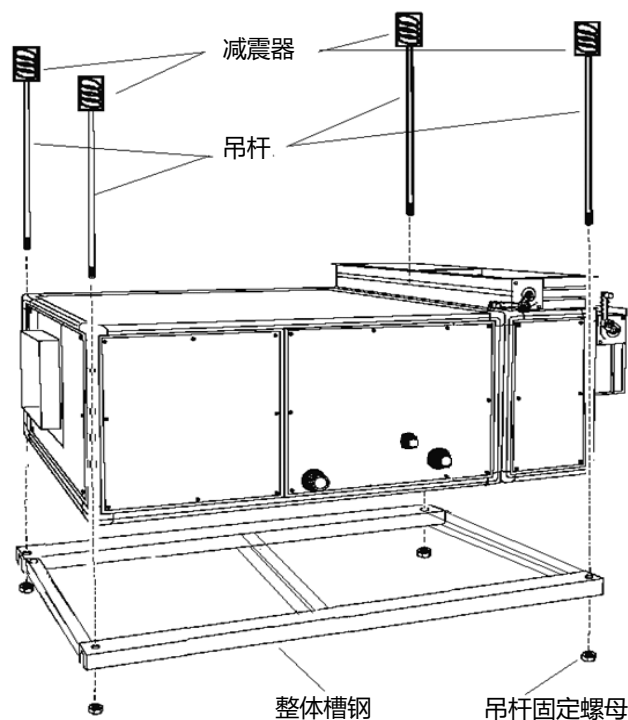

图4.5 吊顶安装示意图
- 禁止吊装机组顶板，顶板不能承受机组的重量。须保证悬挂机组的建筑部件、吊顶槽钢及吊杆的强度必须满足机组运行重量的要求。确定好吊杆的位置并调整吊杆固定螺母使机组保持水平。顶部须加减震器，以减小机组振动（参见图4.5），推荐使用弹簧减震器。